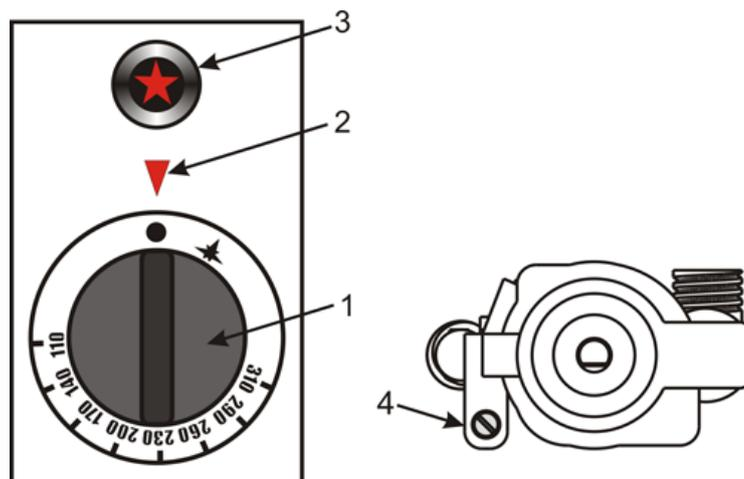

Рис.7. Конструкция крана духового шкафа
- Открутите на пол-оборота регулировочный винт 4 (рис.7) против часовой стрелки и затем закрутите **по часовой стрелке до упора**. В большинстве случаев, этого достаточно. Но если давление газа ниже нормы, потребуется слегка увеличить подачу газа.
Если это не так, то необходимо открутить регулировочный винт 4 (рис.7) **против часовой стрелки**, увеличив подачу газа.